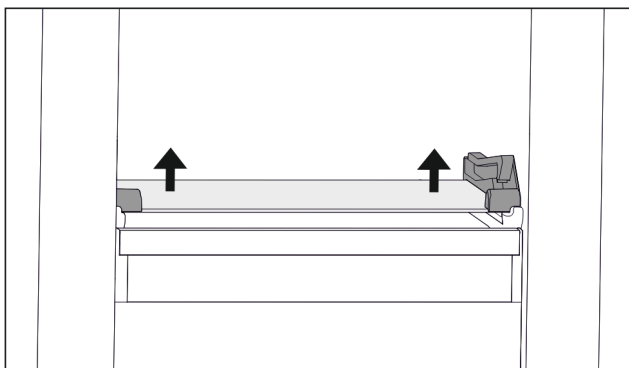

Fig. 92 Glasplatte des abklappbaren Schubfachs
- ▶ Glasplatte von unten beidseitig nach oben drücken. (zie Fig. 92)